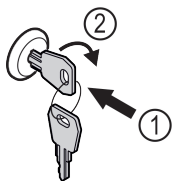

Fig. 122
- Πιέστε μέσα το κλειδί. Fig. 122 (1)
- Περιστρέψτε το κλειδί 90° δεξιόστροφα. Fig. 122 (2)